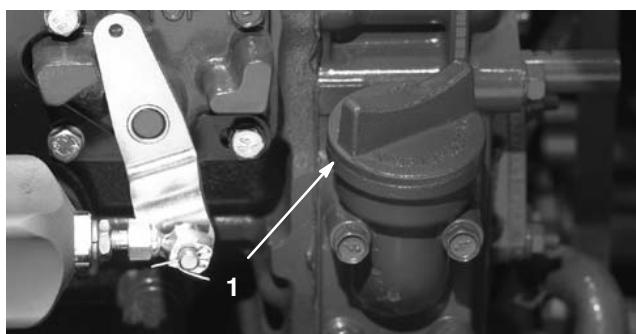

Bild 2
4. Entfernen Sie, wenn der Ölstand die „Voll“-Marke nicht erreicht, den Fülldeckel (Bild 2) und gießen genug Öl ein, um den Ölstand bis zur „Voll“-Marke anzuheben.